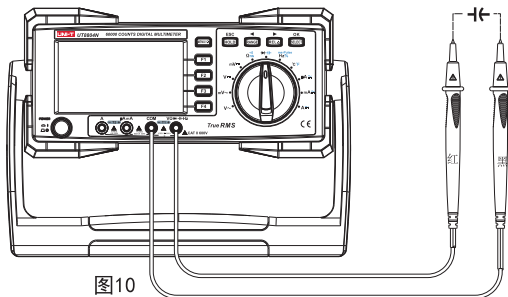

图10
- (1) 将红表笔插入" $\blacktriangle$ "插孔，黑表笔插入"COM"孔。
- (2) 将仪表的旋转开关转到" $\blacktriangle \leftarrow \blacktriangle$ "测量档，按SELECT键选择电容测量档，如图10, 将表笔并联到被测电阻二端上。